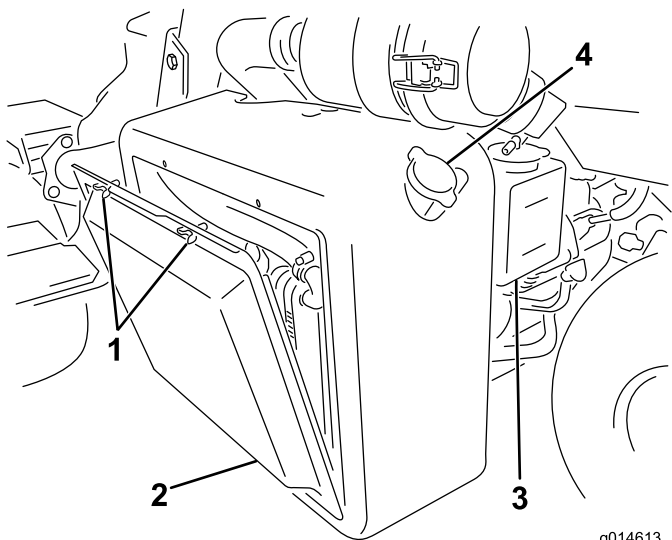
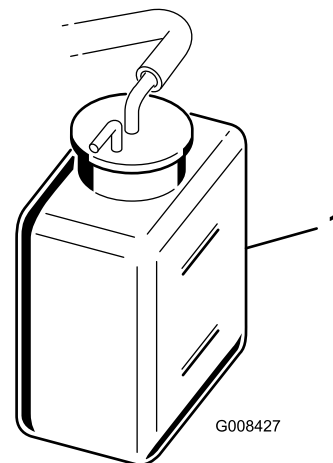

Figura 45
Figura 46
1. Retire la rejilla del radiador (Figura 45).
2. Compruebe el nivel de refrigerante (Figura 45 y Figura 46).